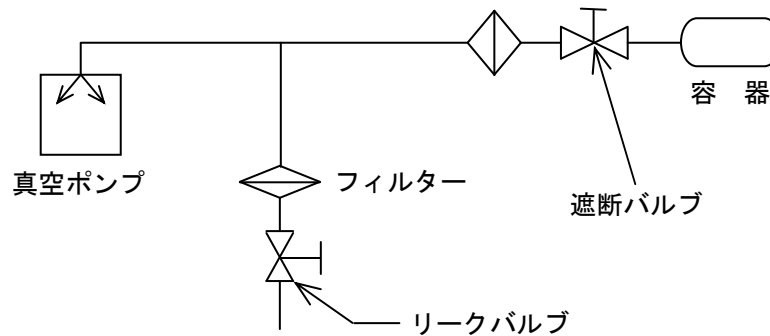

図4. 容器を真空排気する場合の配管例
- 12) 容器を真空排気する場合の配管は、「図4. 容器を真空排気する場合の配管例」のように、ポンプの吸気管と容器との間に真空状態を保つために遮断バルブを介して接続して下さい。また、真空スタートによる起動不良を起こさないために、リークバルブも介して下さい。